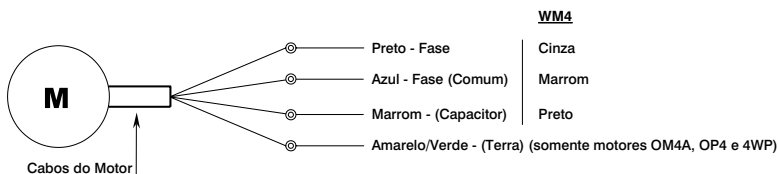

Figura 6.6.6 - Ligação de Motores Monofásicos
6.6.5 Para motores monofásicos modelos: M4C2, M4A, M4P2, M4P7 e M6P nas tensões de 220 V, 254 V e 440 V, basta emendar o cabo do motor ao cabo de instalação, e conectar o cabo de instalação ao quadro de comando, proceder conforme figura 6.6.6.
6.6.6 Para motores monofásicos modelo OP4, OM4A e 4WP: nas tensões de 127 V, 220 V e 254 V, basta emendar o cabo do motor ao cabo de instalação e conectar o cabo de instalação ao quadro de comando, proceder conforme figura 6.6.6.